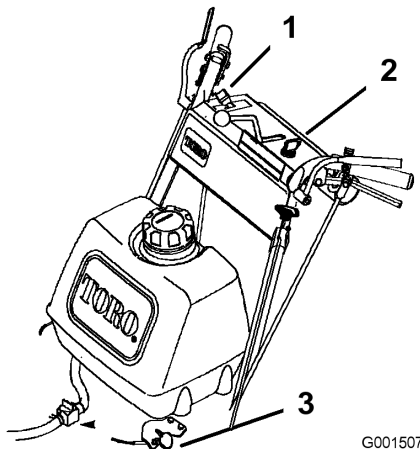

Figure 9
11. Repoussez le starter quand le moteur est chaud (Figure 9).
1. Placez la manette d'accélérateur en position bas régime (Figure 9).